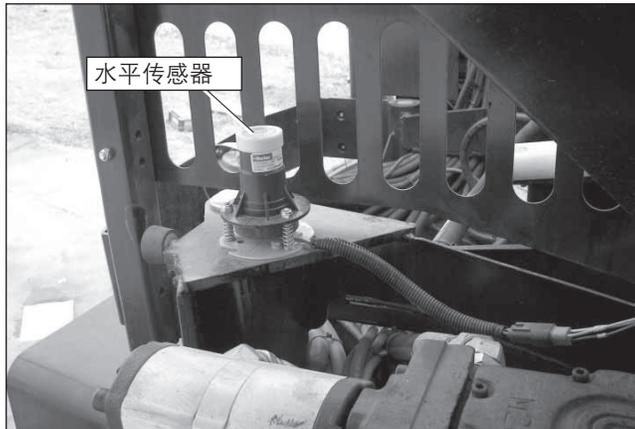

图 7.11 – 水平传感器
4. 打开机器右侧的罩门。水平传感器位于发动机舱左侧(请参见图 7.11)。